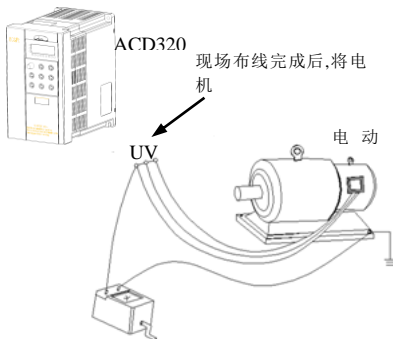

图 1-1 电机绝缘检查示意图
- (1) ACD320 系列变频器为电压型变频器，使用时电机的温升、噪声和振动与工频运行相比较略有增加，属正常现象。
- (2) 如果需要以低速恒转矩长期运行，必须选用变频电机。若使用一般的异步交流电机低速运行时，应监控电机温度或采取强制散热措施，以防烧毁电机。
- (3) 减速箱及齿轮等需要润滑的机械装置在长期低速运行时，可能由于润滑效果变差造成损坏，请事先采取必要措施。
- (4) 若超过电机额定频率运行时，除了考虑电机的振动、噪音增大外，还必须确保电机轴承及机械装置的使用速度范围，请务必事先确认。
- (5) 对于提升设备和大惯性之类的负载，变频器常会因产生过流或过压故障而跳闸，为保证正常工作，应考虑选配适当的制动组件。
- (6) 应通过端子或其它正常的命令通道对变频器进行起停控制。严禁在变频器输入侧使用接触器等强电开关直接频繁起停操作，否则会造成设备损坏。
- (7) 如果需要在变频器输出和电机之间安装接触器等开关器件，请确保变频器在无输出时进行通断操作，否则可能会损坏变频器。
- (8) 变频器在一定的输出频率范围内，可能会遇到负载装置的机械共振点，可设置跳跃频率来避开。
- (9) 使用前，应确认电源电压在允许的工作电压范围之内，否则应做变压处理或订购特种变频器。
- (10) 在海拔高度超过 1000 米的条件下，变频器应降额使用，每增加 1500 米高度输出电流约降低额定电流的 10%。
- (11) 电机在首次使用或长时间放置后再使用之前，应做电机绝缘检查。请使用 500V 电压型兆欧表按图 1-1 所示进行检查，绝缘电阻不得小于 $5 \text{ M}\Omega$ ，否则有损坏变频器的可能。